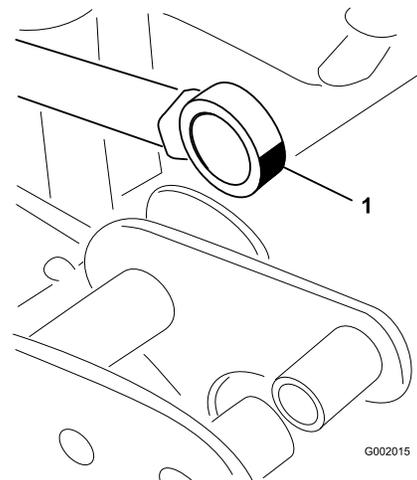

Bild 38
5. Drehen Sie das Ende des Aktuatorstangenlagers und schmieren Sie Schmiermittel in das Lager (Bild 38).